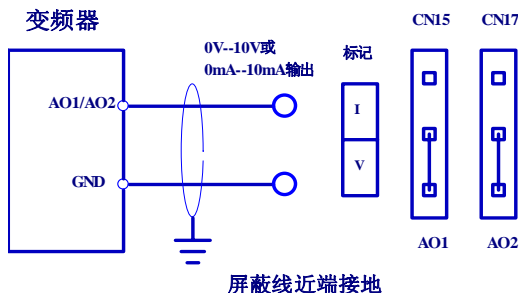

图 3-15 模拟输出端子配线图
(2) 模拟输出端子AO1、AO2外接模拟表可指示多种物理量，分别由跳线CN15、CN17选择输出电压(0/2~10V)或输出电流(0/4~20mA)。端子配线方式如图3-15: